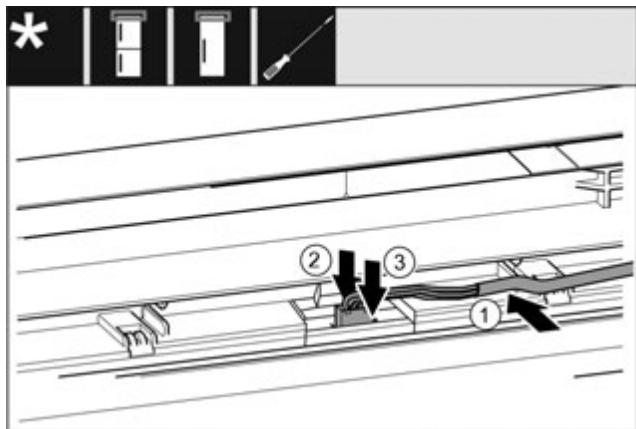

Fig. 44
- Вставте сірий кабель в направлячу в верхніх дверцях. Fig. 44 (1)
- Притисніть фіксувальний виступ назад. Fig. 44 (2)
- Зафіксуйте штекер. Fig. 44 (3)